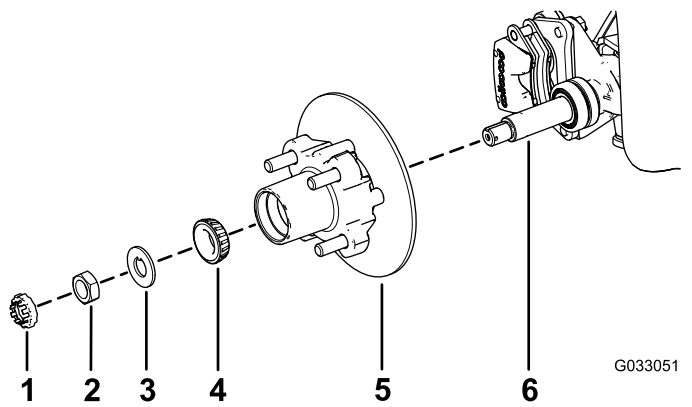

Figura 28
1. Aplique uma leve camada do lubrificante especificado no eixo (Figura 28).
- Monte o cubo e o rotor no eixo com o rotor interior (Figura 28).
- Monte o rolamento exterior no eixo e coloque o rolamento na correia exterior (Figura 28).
- Monte a anilha com patilha no eixo (Figura 28).
- Enrosque a porca do eixo no eixo e aperte a porca com 15 N·m, enquanto roda o cubo para assentar o rolamento (Figura 28).
- Alinhe as pastilhas dos travões com cada lado do rotor (Figura 24) e os orifícios no suporte da pinça com os orifícios na montagem dos travões da estrutura do eixo (Figura 28).